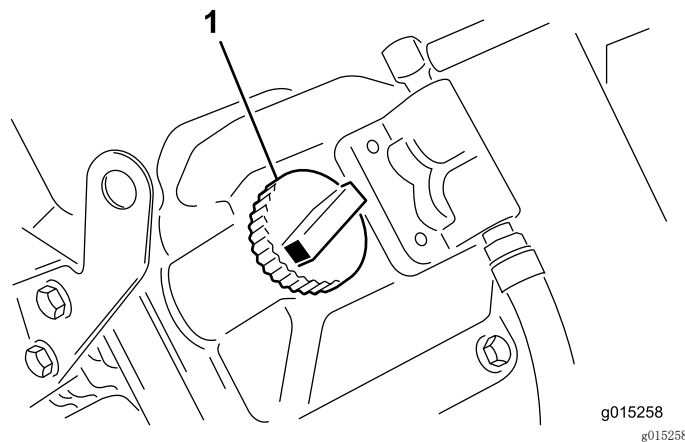

图9
5. 如果油位低于“已满”标记，应取下加油管盖，添加机油，直至油位达到量油尺上的“已满”标记（图9）。